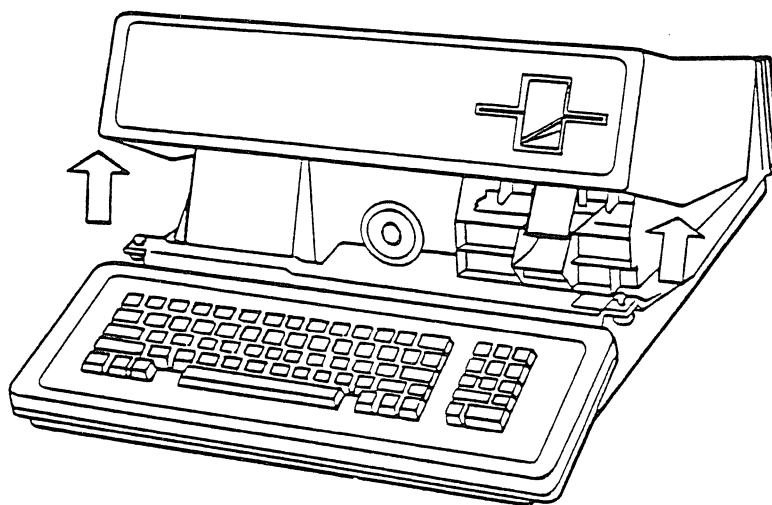

FIGURE 3
5. Abaisser l'Apple III en position de fonctionnement et, avec une main de chaque côté du couvercle, le retirer en le soulevant et en le tirant vers l'avant. (Voir la figure 3).